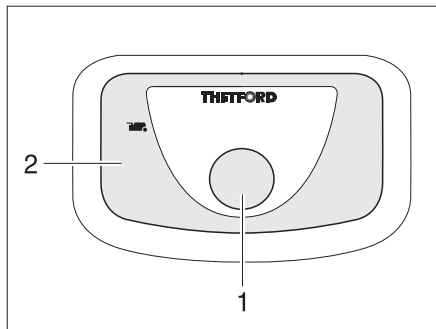

Fig. 104 Pulsante dello sciacquone/spia di controllo toilette Thetford
- ▶ Per sciacquare premere il pulsante blu (Fig. 104,1).
Quando la cassetta Thetford è piena e deve venire svuotata, la spia di controllo (Fig. 104,2) si accende.